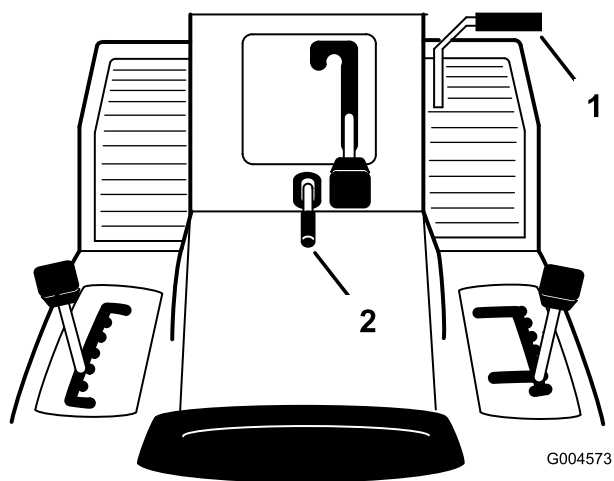

Figura 8
1. Premete e tenete premuto il pedale della frizione/del freno (Figura 8).
2. Alzate la leva del freno di stazionamento (Figura 8) ed alzate lentamente il piede dal pedale della frizione/del freno.
1. Premete il pedale della frizione/del freno (Figura 8).